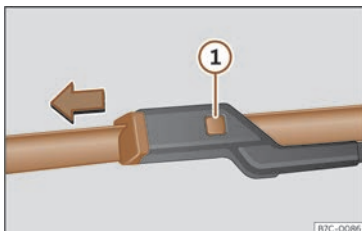

Fig. 180 Cambio das gomas do limpaparabrisas.
- Manteña premida a tecla de desbloqueo >>> **fig. 180** ① tirando levemente da goma no sentido da frecha.